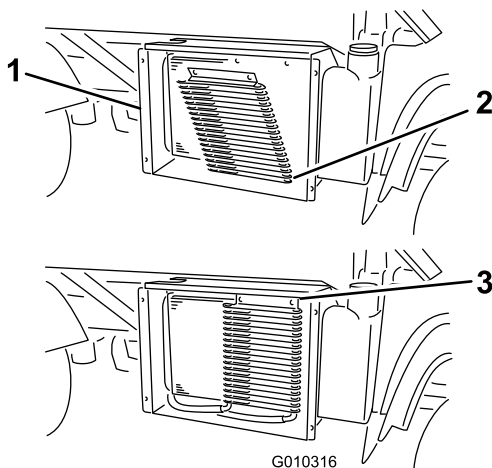

Bild 58
3. Drehen Sie die Riegel und den Ölkühler (falls vorhanden) vom Kühler weg (Bild 58).